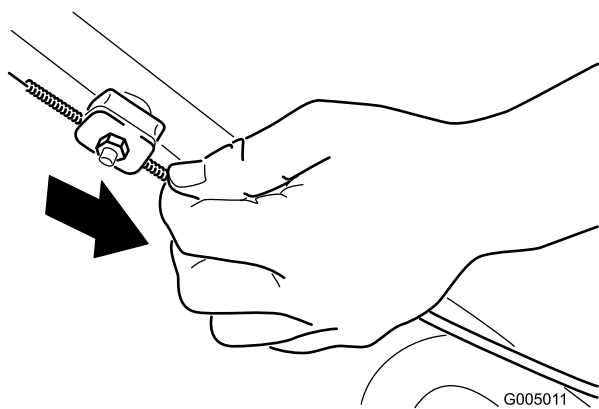

Figura 22
2. Tire hacia abajo de la cubierta del cable (hacia el cortacésped) hasta eliminar la holgura en el cable (Figura 22).